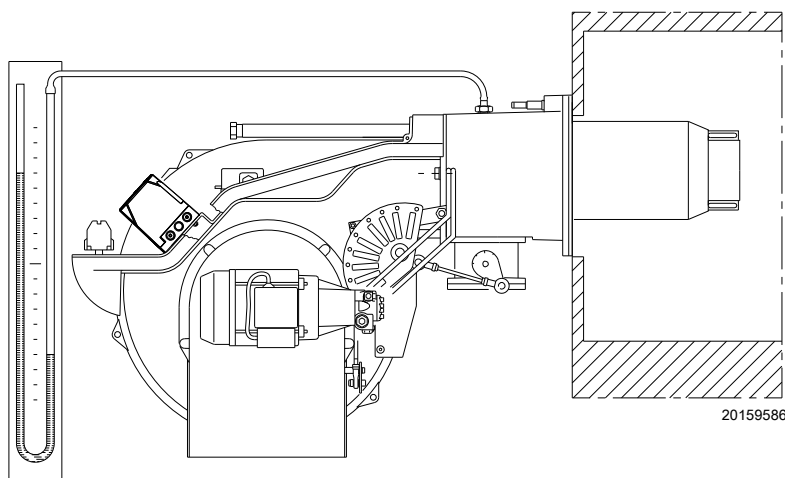

图 33
- 安装一个 U 型压力表或微压表 (图 33), 插座的 (+) 端连接到多歧管上的燃气压力测试点, (-) 端连接到炉膛内。通过压力表读数, 使用表 K 计算燃烧器的最大出力。
参考数值一般可在 表 K 第 25 页中查到；在压力表上读出燃气压力 (见图 33 第 30 页) 并按所示进行操作。